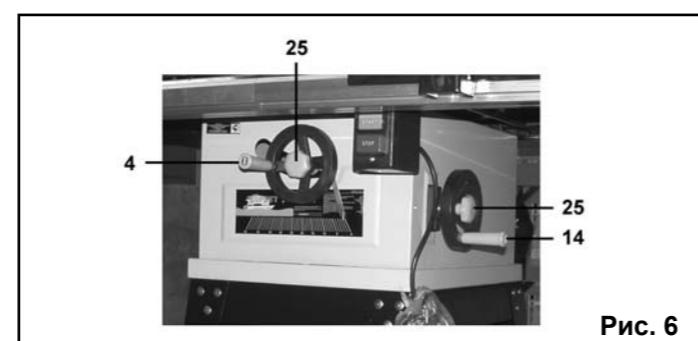

Рис. 6
8.2. Установка маховиков (Рис. 6)